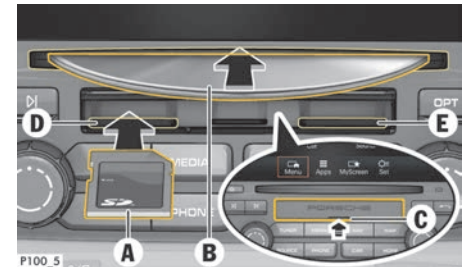

Fig. 159 : Chargement d'un CD/DVD, ainsi que d'une carte SD
1. À l'aide de votre ongle, relevez le cache au niveau de la fente **C** (fig. 159).